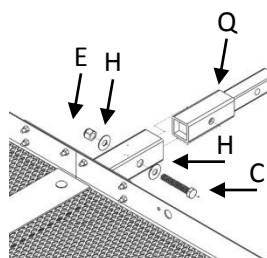

Fig 4
- Pour des attelages de 1-1/4", insérez l'adaptateur dans l'attelage de façon à ce que les trous soient alignés. Fixez avec un boulon hexagonal 1/2"x3", (2) rondelles plates 1/2" et un écrou hexagonal 1/2". Serrez au couple de 24 ft-lb. (Fig 4).